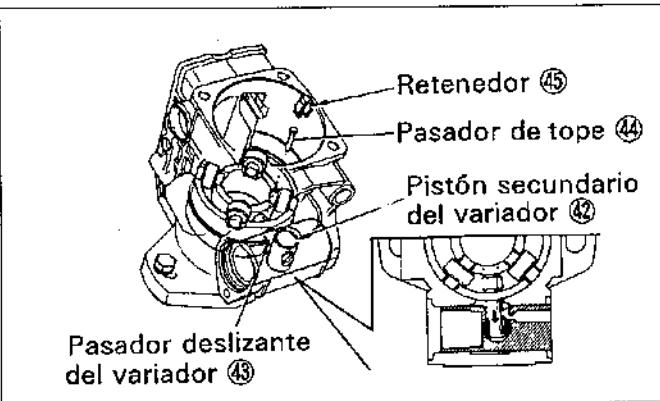
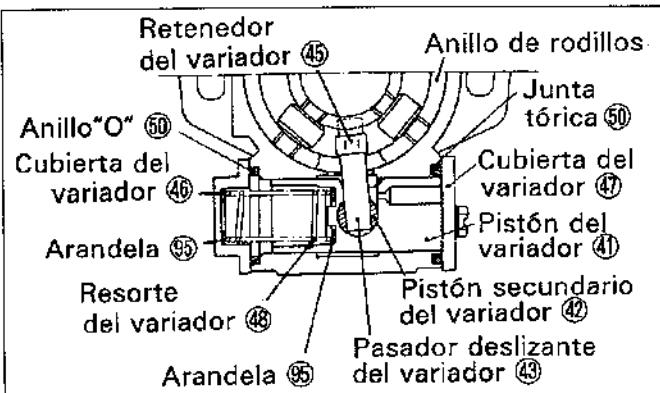

Figura.14-14 Acoplamiento del retenedor
Figura.14-15 Sección transversal del variador
(4) Inserte el pasador deslizante del variador ④ a través del pistón del variador ① y en el pistón secundario del variador ②. Con el pasador deslizante en posición, instale el pasador de tope ④ y coloque entonces el retenedor ⑤ sobre el pasador deslizante. (Vea la figura.14-14 y figura.14-15)